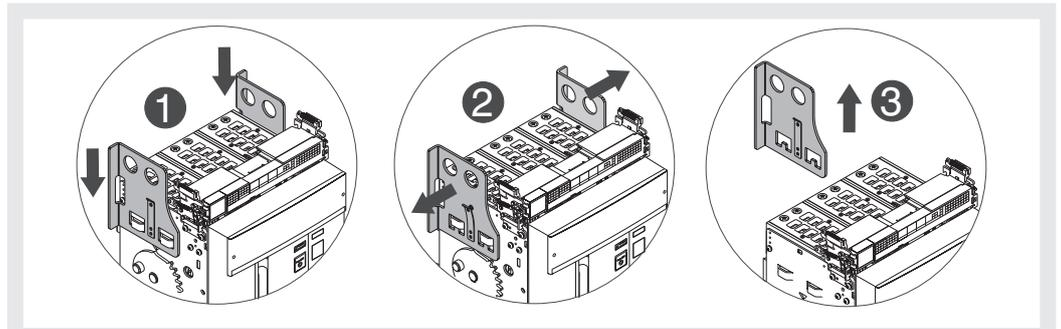

Figura 40
5. Desenganchar la lengüeta y quitar de la parte móvil las placas de elevación. Véase Figura 40.